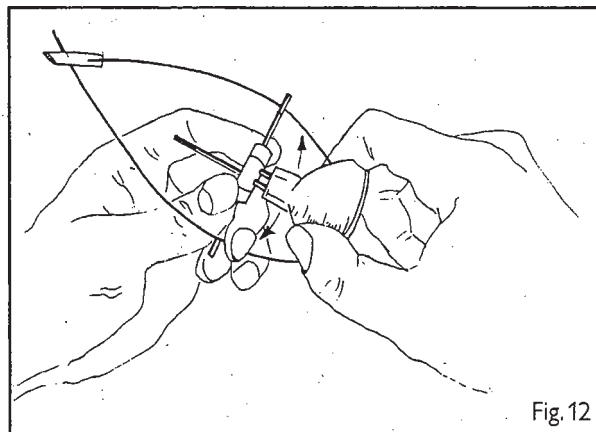

Fig. 12
**1.** Inserite i due perni del riflettore nelle fessure del portalampada tenendo ben fermo nella mano il riflettore e muovendolo leggermente per farli entrare meglio (fig. 12). Spingete a fondo i perni per farli aderire perfettamente alla loro sede.